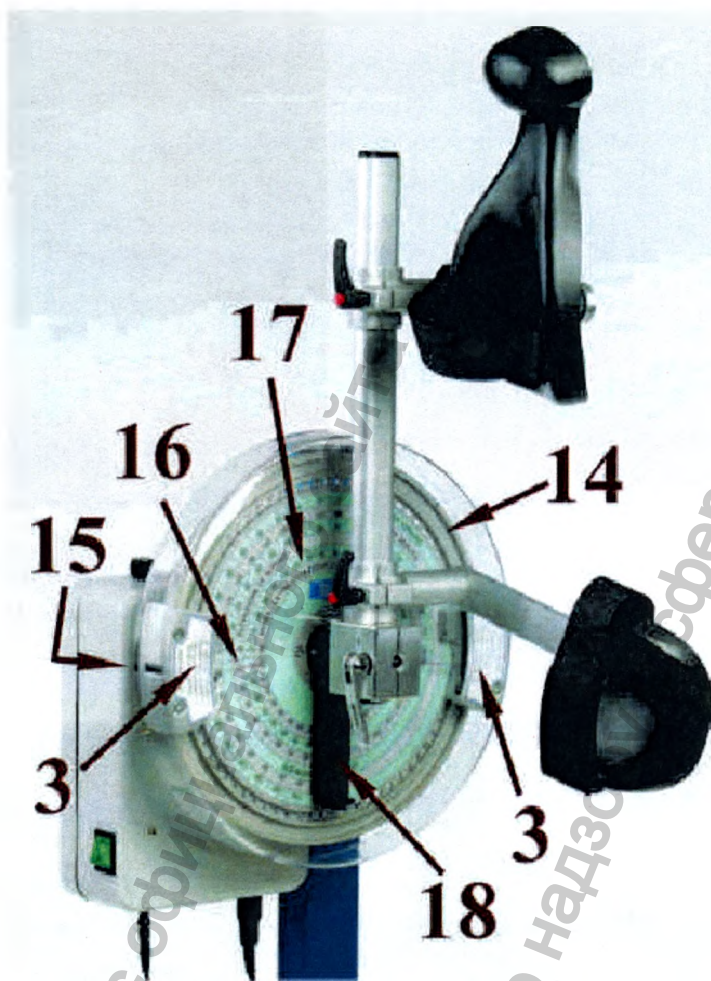

Рис. 22
Ограничители движения (3) определяют верхнюю и нижнюю границы угла движения механической руки. Они могут свободно перемещаться по краю диска (14) и фиксируются пружинными фиксаторами (15). Указатели (16), расположенные на ограничителях движения, помогают терапевту определять нужный угол по шкале значений (17). Смотри Рис. 22.